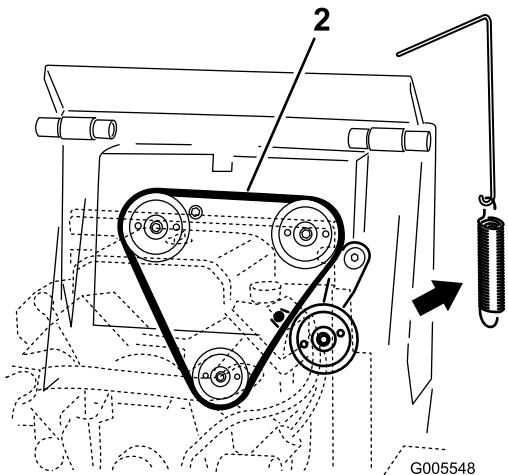

Figure 46
4. Enlevez le ressort de poulie de l'ensemble poulie de tension (Figure 46).
- 6. Placez une courroie d'entraînement neuve sur les trois poulies (Figure 46).